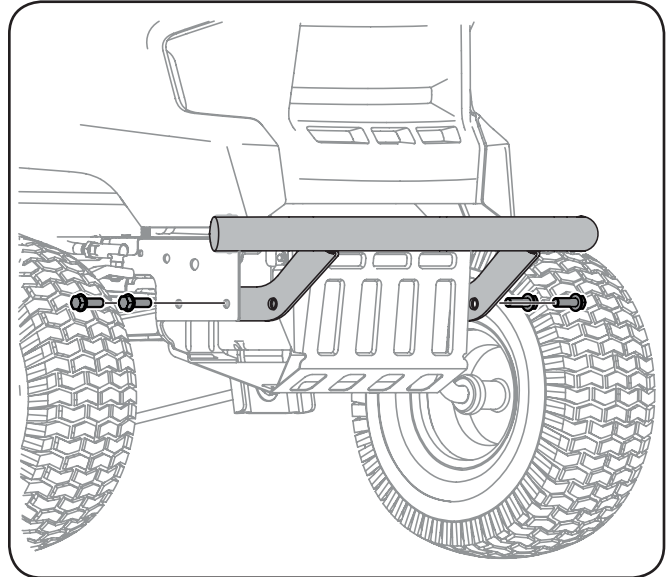

Figura 3-7
2. Coloque los soportes del paragolpes *adentro* del chasis del tractor y fíjelo en su lugar con los cuatro tornillos hexagonales con reborde. Consulte Figura 3-7.